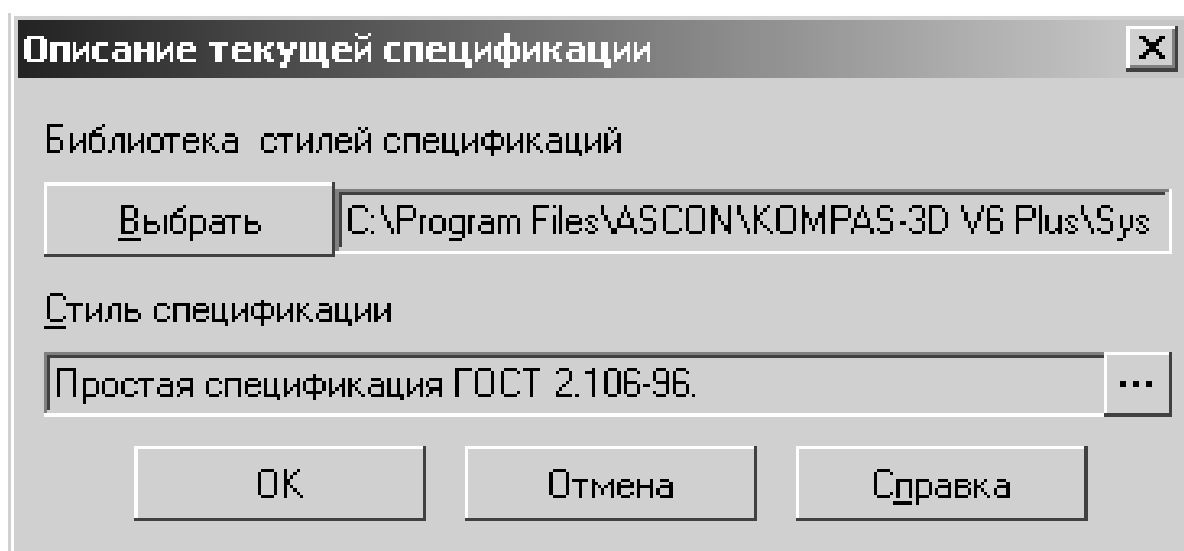

Рис. 49. Описание текущей спецификации
- 3.2 Настройте тип спецификации выбрав пункт меню «Спецификация» → «Управление стилями спецификаций», далее нажмите кнопку **Добавить описание** . Выберете Простая спецификация **ГОСТ 2.106-96** и нажмите **ОК**. Закройте окно управления описаниями (рис. 49).